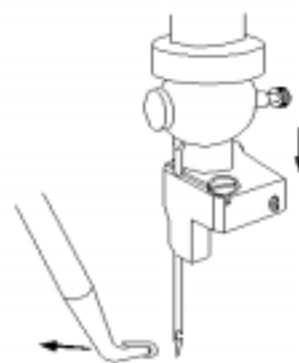

FIG. 39
Azioni la macchina da mano e porti la tensione chiusa alla fine della sua traversa alla destra, la distanza tra l'orlo di destra della ruota di filo-caricamento e centro della tensione chiusa dovrebbe essere 18 mm. Mettendolo a questa distanza aggiustando la verga di cravatta (66) tra le due giunture. FIG. 36. La camma di tensione (40, FIG.16) montò sull'asta superiore dovrebbe essere portato in fase così che la leva a sinistra (62) è nel medio dell'asse del buco di referenza (45, Fig. 17) per l'ago quando il lato superiore del morsetto di filo è nella linea verticale con l'orlo esterno della ruota di filo-caricamento. Smonti la ruota di filo-caricamento. La fase della camma (40, FIG.16) ha ragione se nel 1 ciclo la coda del gancio superiore (46, FIG.39) arriva al centro dell'ago ed alla stessa durata che la tensione chiude di nuovo, dopo avere aperto per la formazione del cappio superiore. L'apertura della tensione in questa fase dovrebbe essere 1.5 mm. Eseguire questa svolta di rettificazione la vite (70) dopo avere allentato il noce di serratura. FIG. 35. La guida di filo (67), ancora nella fase precedente, dovrebbe essere posizionato leggermente alla sinistra della punta a sinistra del piatto di guida di filo (71, FIG.33). Montato sulla vite che stringe con un morsetto della ruota di filo-caricamento.